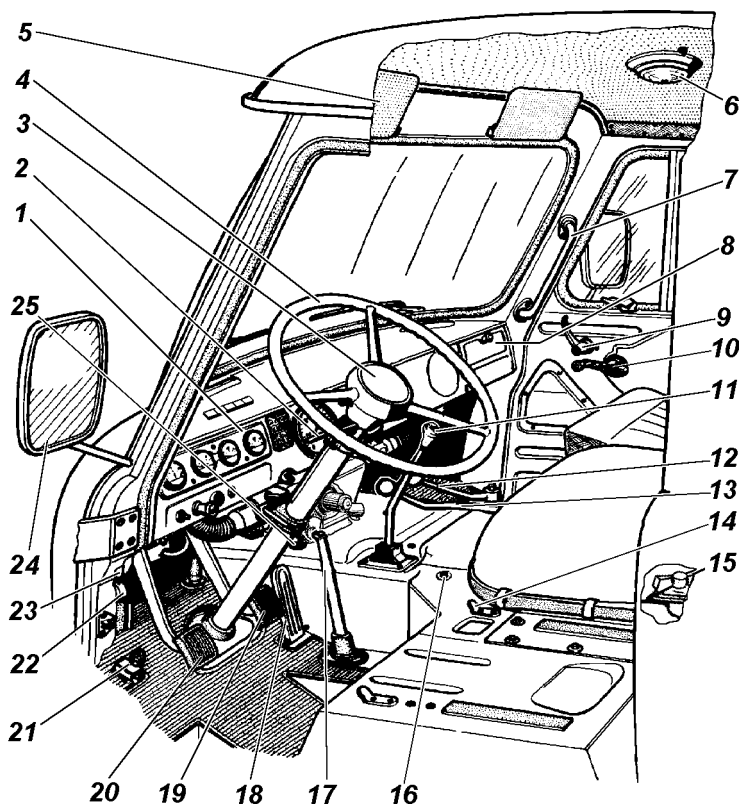
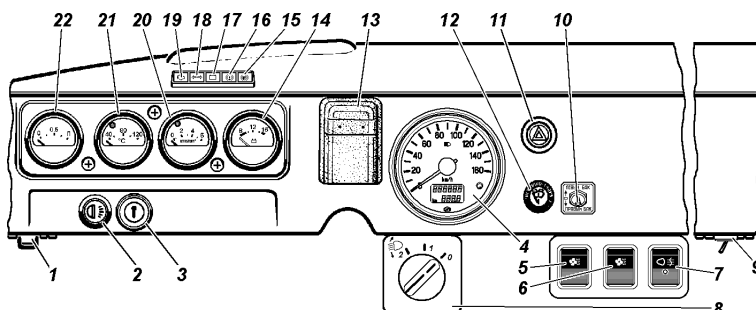
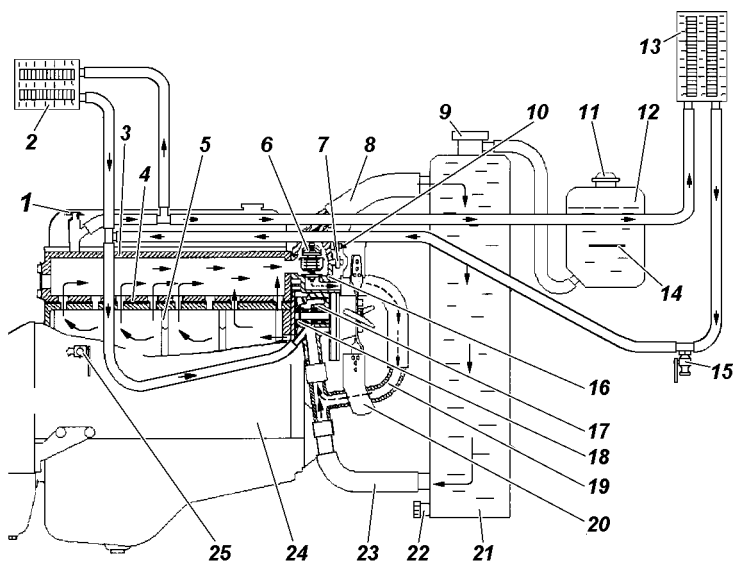
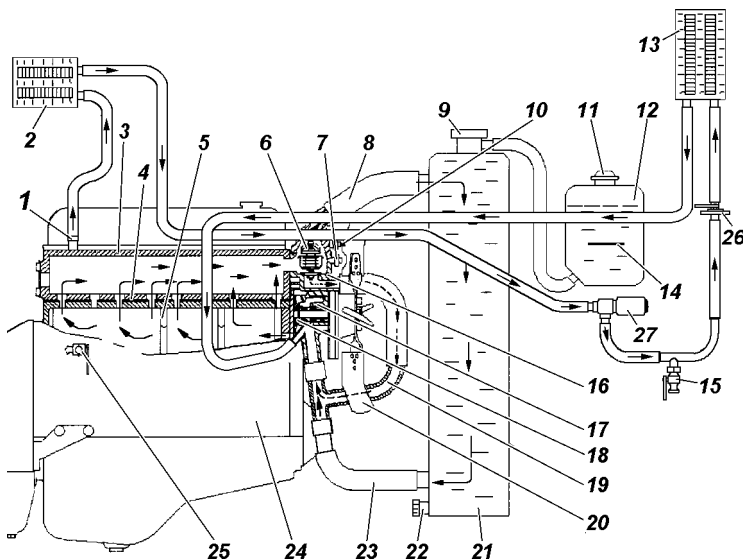

Рис. 3.1. Органы управления (наименование позиций см. в тексте)
Рис. 3.2. Панель приборов (наименование позиций см. в тексте)
Рис. 3.6. Схема системы охлаждения двигателя и отопления кузова:
Рис. 3.7. Схема системы охлаждения двигателя и отопления кузова (вариантное исполнение):
Расположение органов управления и оборудования показано на рис. 3.1:
1 -панель приборов (см. рис. 3.2);
- На панели приборов (рис. 3.2) расположены:
Для отопления кабины водителя и обдува ветрового стекла имеется радиатор-отопитель 13 (рис. 3.6, 3.7).
Для работы отопителей необходимо открыть кран 1 (см. рис. 3.6) или с помощью рукоятки тяги 16+ (см. рис. 3.1) открыть краник 26 (см. рис. 3.7) и выключателем 9+ (см. рис. 3.2) включить электродвигатель насоса 27+ (см. рис. 3.7).
Включение и выключение электродвигателей вентиляторов отопителей осуществляется выключателями 5 и 6 (см. рис. 3.2).
вентиляционного люка передка с помощью рукоятки 25 (см. рис. 3.1) привода крышки люка вентиляции и отопления.
При сливе жидкости из системы охлаждения двигателя необходимо также **сливать жидкость из системы отопления** через краник или пробку 15 (см. рис. 3.6, 3.7), предварительно открыв краник 1 (рис. 3.6) или 26 (рис. 3.7) системы отопления. Доступ к кранику или пробке 15 спереди снизу автомобиля.